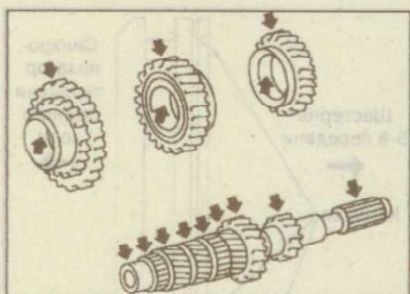

Рис. 9.206. Места проверки первичного вала и шестерен
- Проверьте шестерни на отсутствие чрезмерного износа, сколов или трещин (рис. 9.206).